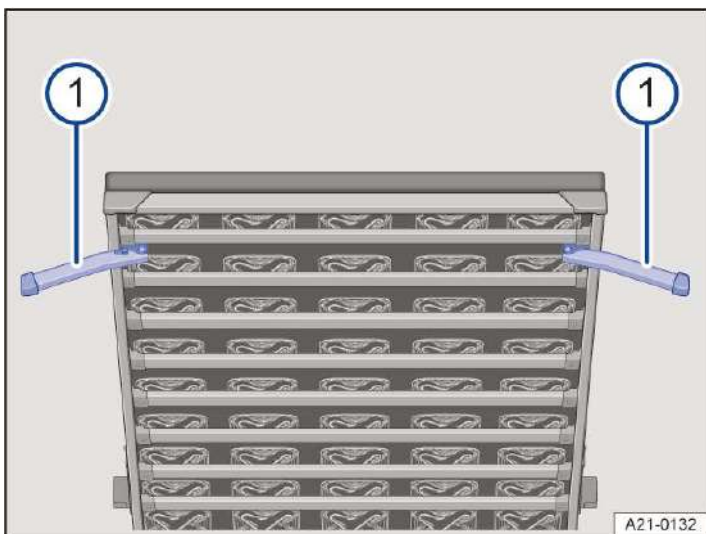

Abb. 2 Abstützungen ausklappen.
5. Seitliche Abstützungen → *Abb. 2* (1) jeweils rechts und links ausklappen. Dabei ist auf ausreichend Freiraum zur Seitenverkleidung zu achten → ⚠.
6. Seitliche Abstützungen → *Abb. 2* (1) sicher in den Aufnahmen der B-Säulen ablegen.
2. Seitliche Abstützung → *Abb. 2* (1) erst auf einer Seite einklappen. Bettgestell auf den vorgeklappten Rücksitzlehnen abstellen.